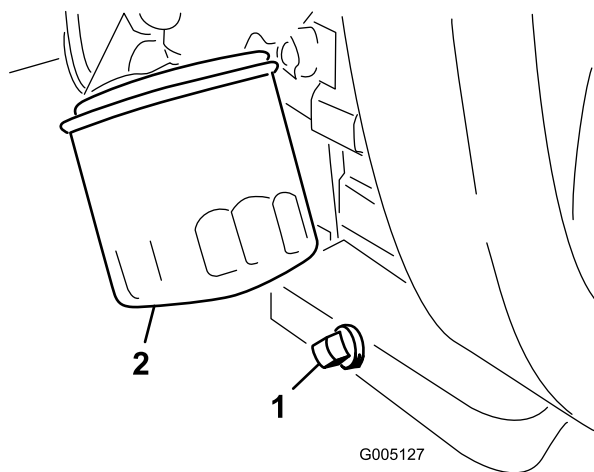

Figura 34
1. Togliete il tappo di spurgo (Figura 34) e lasciate defluire l'olio in una bacinella. Quando l'olio cessa di defluire, rimontate il tappo.
- Togliete il filtro dell'olio (Figura 34). Spalmate un leggero strato di olio pulito sulla nuova guarnizione del filtro.